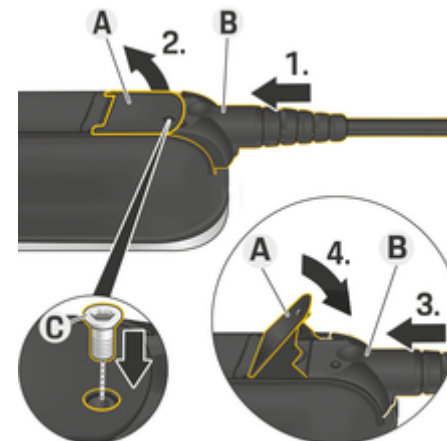

Fig. 500: Conectarea cablurilor și fixarea conectorilor
- ✓ Maneta **A** (Fig. 500) este închisă.
1. Introduceți conectorul **B** (Fig. 500) în unitatea de comandă până când simțiți prima dată rezistență.
2. Ridicați maneta **A** (Fig. 500).
3. Introduceți complet conectorul **B** (Fig. 500).
4. Închideți maneta **A** (Fig. 500).
5. Conector fixat **B** (Fig. 500) la unitatea de control cu șurubul **C** (Fig. 500).